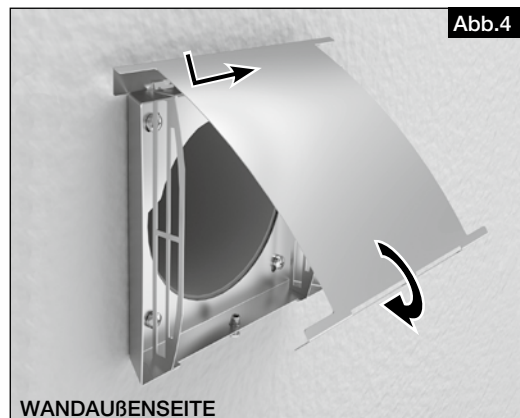

Abb.4
6. Blende oben am Rahmen einhängen und bis zum Anschlag nach rechts schieben (s. Abb. 4).
7. Blende schließen und mittels Sicherungsschraube fixieren (s. Abb. 4).
6. Hang the panel on the top of the frame and push to the right up to the stop (see Fig. 4).
7. Close panel and fix with locking screw (see Fig. 4).